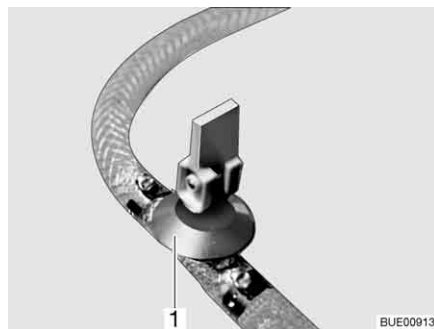

Fig. 223 Torneira de descarga
- Feche a torneira/as torneiras de descarga. Para isso, coloque a alavanca basculante (Fig. 223,1) em posição horizontal.
- Abra a torneira/as torneiras de descarga (Fig. 223). Para isso, coloque a alavanca basculante (Fig. 223,1) em posição vertical. O termoacumulador é despejado para fora.